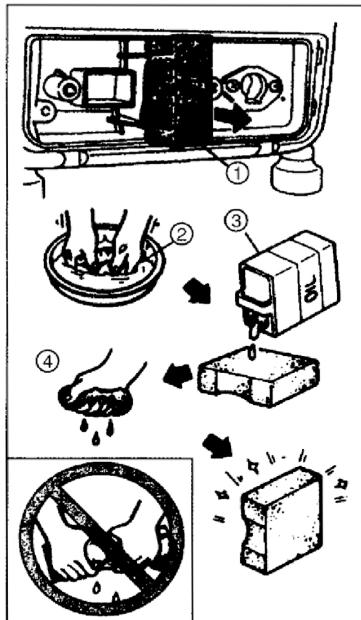

Рис. 17
- а) Снимите воздушный фильтр. (Рис. 17).
- б) Промойте в мыльной воде. (Рис. 17).
- в) Смочите фильтр моторным маслом. (Рис. 17).
- г) Аккуратно отожмите лишнее моторное масло. Фильтр должен быть полностью в масле, но оно не должно стекать. (Рис. 17).